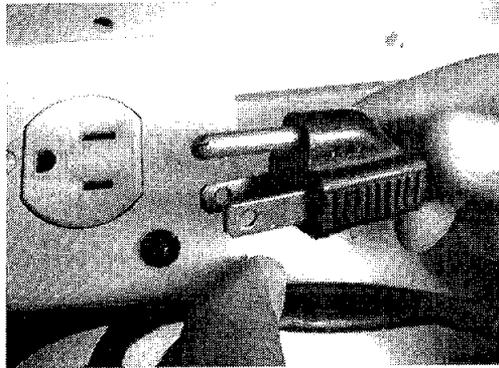

FIG. 30
1. Apague el teléfono y desconecte el cable de alimentación según las indicaciones de los técnicos de Telecomm-Telégrafos ver fig. 30.